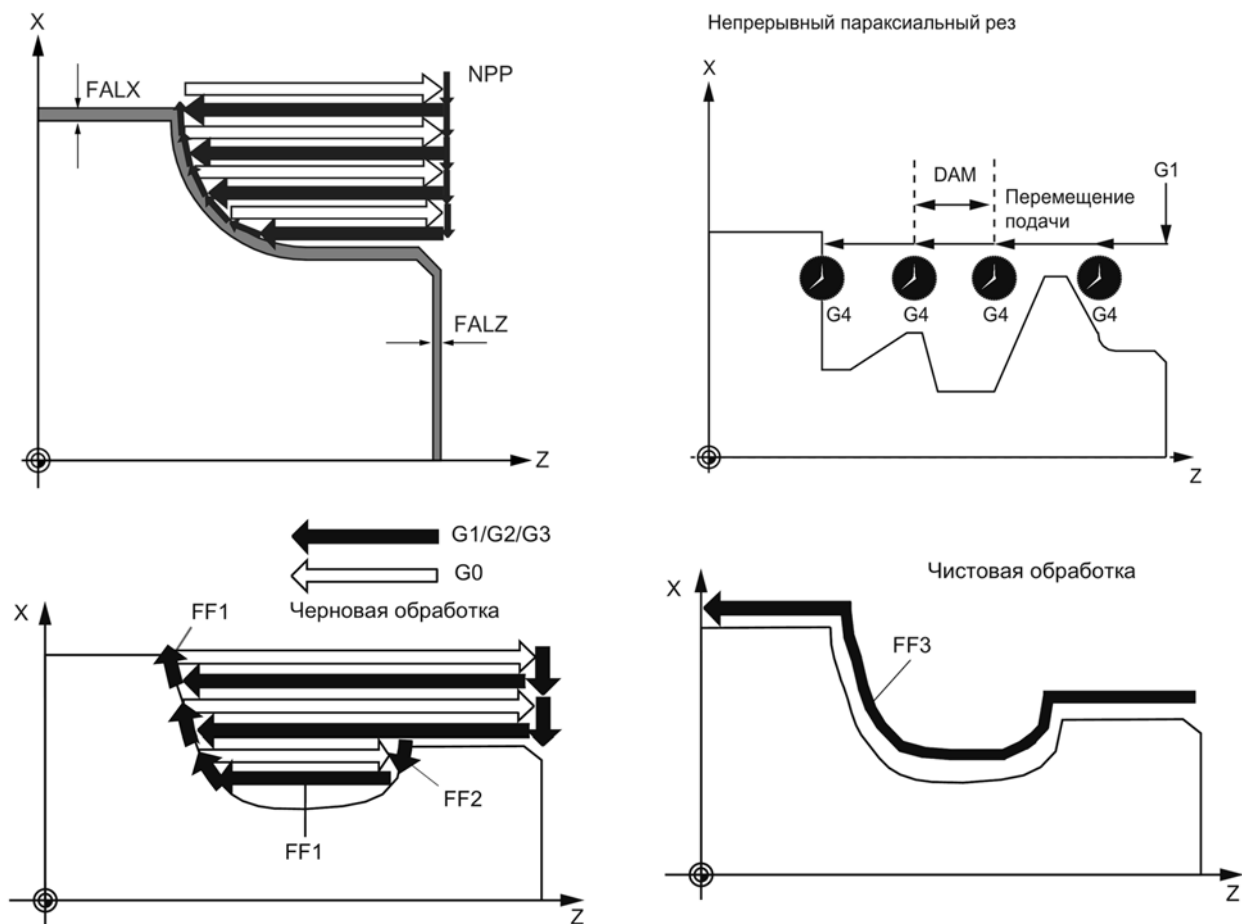

Рисунок 4.1 – Параметры цикла CYCLE95
**Обработка резанием с поднутрением – CYCLE95** (рисунок 4.1).